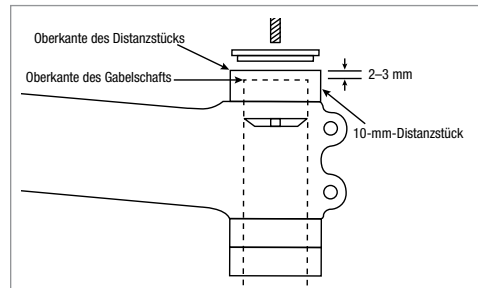

Abbildung 1
4. Verwenden Sie über dem Vorbau immer ein 10-mm-Distanzstück. Die Oberkante des Gabelschafts sollte 2–3 mm unterhalb der Oberkante des 10-mm-Distanzstücks angebracht sein (Abb. 1). Wenn der Gabelschaft einschließlich der gewünschten Distanzstücke zu lang ist, muss er abgeschnitten werden und die Sternmutter oder Gabel-„Kralle“ des Lenkkopfs neu positioniert werden. Wenn der Gabelschaft zu kurz ist, ist die Spannfläche für eine sichere Vorbaumontage nicht ausreichend. Distanzstücke entfernen, um die oben aufgeführten Abmessungen einzuhalten. Nicht verwenden, wenn den oben aufgeführten Abmessungen nicht entsprochen werden kann.